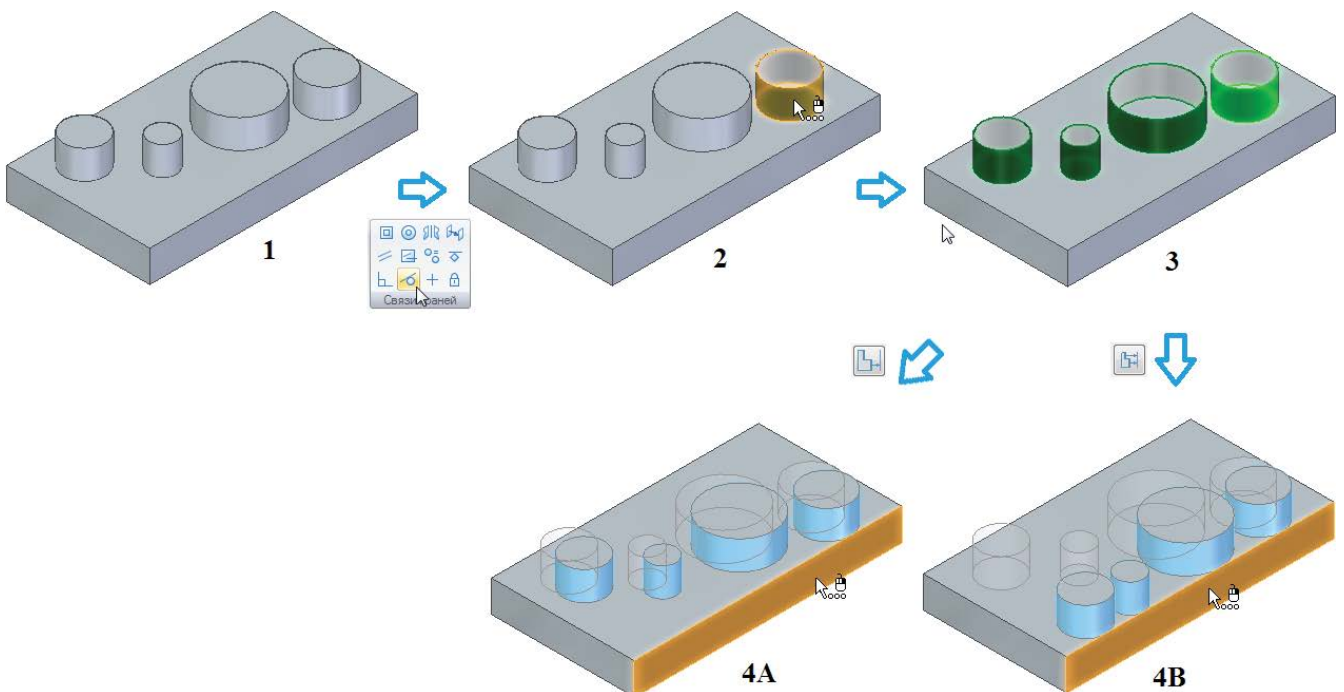

Рис. 2.3.46. Пример наложения связи **Касание** с одиночным (А) и множественным (В) выравниванием
На рис. 2.3.46 данная процедура представлена на примере связи **Касание**: сначала выбирается исходная цилиндрическая грань (2), затем – дополнительные грани (3), после чего в зависимости от параметра **Одна/Все** либо одна исходная (4А), либо все грани набора (4В) оказываются касательными линии своего соединения, которая определяется плоской целевой гранью.